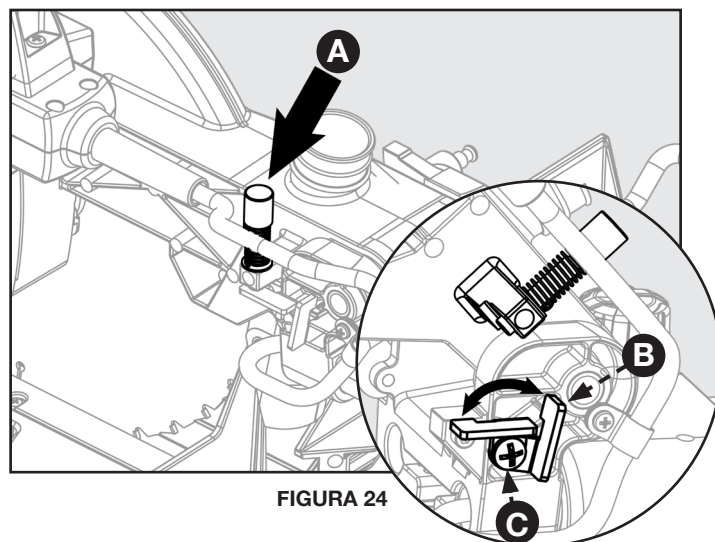

FIGURA 24
Consulte la Figura 24 y siga estas instrucciones para establecer el tope de profundidad en una profundidad de corte específica: utilice un destornillador Phillips para aflojar el tornillo (C) y, a continuación, gire el soporte del tope (B) hacia la izquierda para llegar a la posición hacia abajo. Asegúrese de volver a apretar el tornillo (C). La profundidad de corte ahora puede ajustarse girando el tornillo de ajuste de profundidad (A).
Consulte la Figura 24 y siga estas instrucciones para realizar un corte pasante: utilice un destornillador Phillips para aflojar el tornillo (C) y, a continuación, gire el soporte del tope (B) hacia la derecha para llegar a la posición hacia arriba. Asegúrese de volver a apretar el tornillo (C).